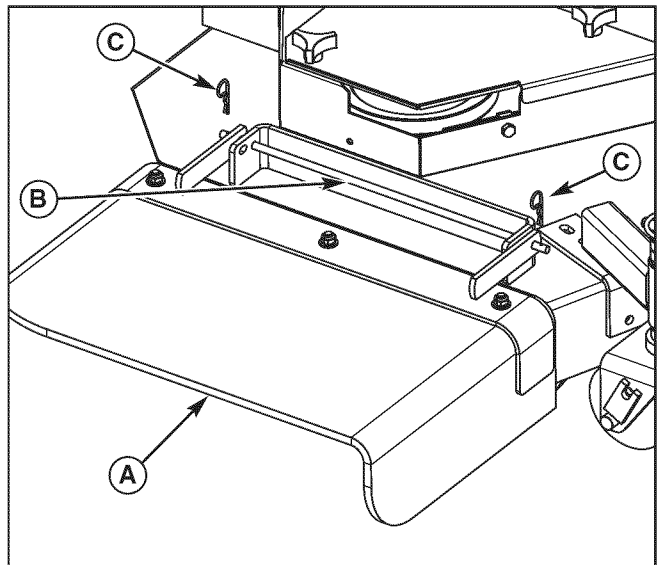

Figura 61. Nueva instalación de la tolva de expulsión
6. Instale nuevamente la tolva de expulsión (A, Figura 61) y sujétela con el brazo de sujeción rápida (B) y los pasadores de horquilla (C), incluidos.